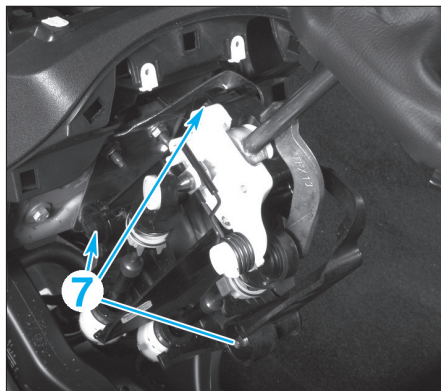

FIG. 11
- les 2 vis de fixation (6) (empreinte torx T20) de la console de levier de vitesses sur la planche de bord.
- Déposer les 4 écrous (7) (écrou hexagonal de 10 mm) du support de levier de vitesses sur la planche de bord (Fig.11).